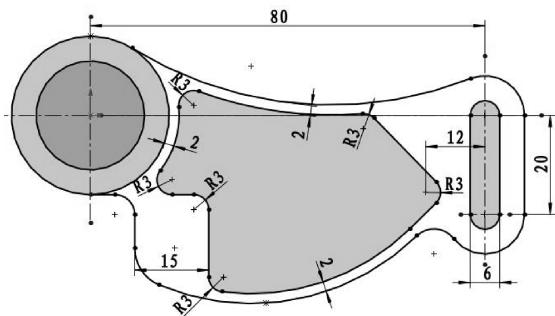

图 2-128 修剪图形
- 单击【剪裁实体】按钮 $\text{E}$ 修剪图形，结果如图 2-128 所示。